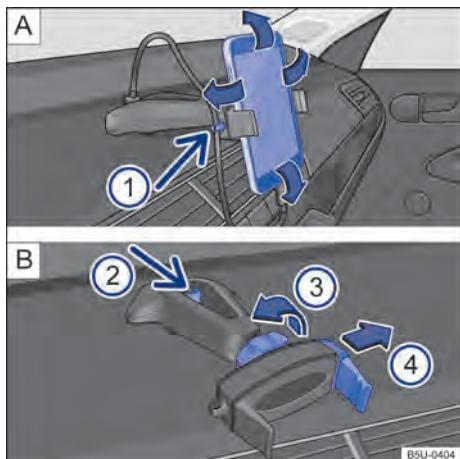

Fig. 145 No console central: supo rte para smartphone e ajustes.
- Segurar o supo rte com uma m o e pressionar o bot o de destravamento → Fig. 145 B (2) (seta).
- Com a haste → Fig. 145 B (4) deslocar no sentido da seta, e instalar o smartphone no alojamento.
- Com a outra m o deslocar a haste → Fig. 145 B (4) at e que seja possivel remover o aparelho do alojamento.
- Colocar o cabo USB na entrad a carregador USB do supo rte existente no painel de instrumentos → Fig. 145 A.
- Prender o cabo no supo rte → Fig. 145 A (1).
- Para liberar o movimento do supo rte, girar a trava → Fig. 145 B (3) no sentido contr rio da seta.
- Para fixar a pos o, girar a trava no sentido da seta (3) → Fig. 145 B at e a fixa o total do supo rte.
O suporte para smartphone tem garantia de 3 anos, com exceção da haste deslizante (garra) → Fig. 145  que tem garantia de 1 ano.